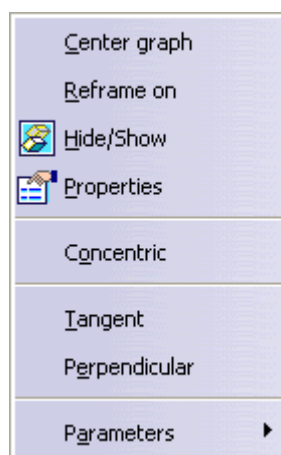
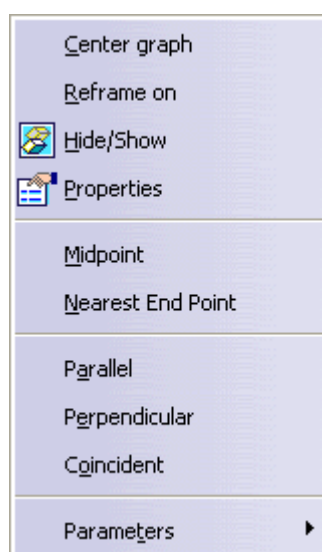

Рис. 43
Рис. 44
3) Контекстне меню (Рис. 43, Рис. 44).